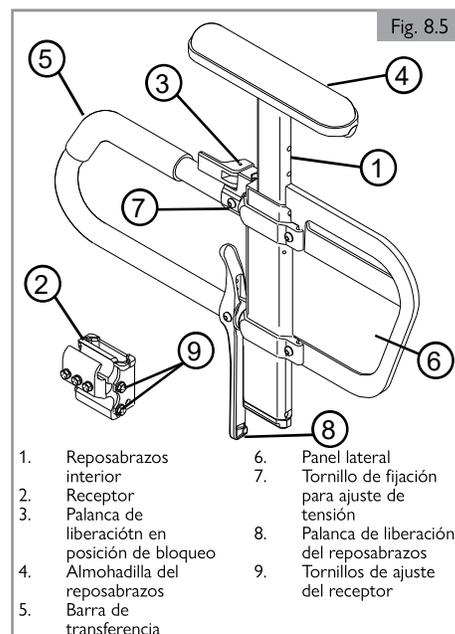

Fig. 8.5
8.5 Reposabrazos ajustable en altura de una sola posición (opcional) (Fig. 8.5)